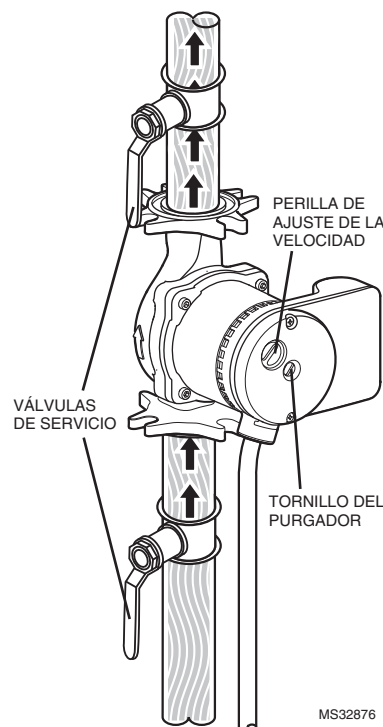

Fig. 9. Purgue el circulador aflojando el tornillo del purgador.
- Gire la perilla de ajuste de la velocidad en sentido horario para aumentar la velocidad (consulte la Fig. 9).